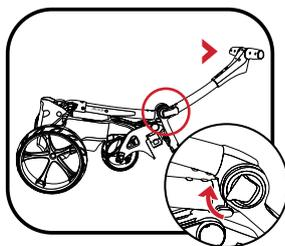

Fig 2
2. Aprire la maniglia e fissare nuovamente la chiusura (fig. 2).